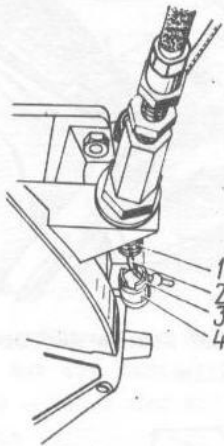

Bild 3-27. Ausbau des unteren Antriebsseilendes der Kupplungsausrückung:
- Kraftwagen über Schaugrube oder auf Hebezeug stellen, Schutzhülle 1 (Bild 3-27) längs unterem Ende des Seils 2 heben, Anschlagelinge 3 in Kopf des Hebels 4 drehen, dabei den Schlitz in Übereinstimmung mit der Nut im Kopf des Hebels bringen und Seil 2 aus dem Bereich des Kopfes des Hebels ziehen;
- unteres Ende des Seils 2 (siehe Bild 3-27) ganz ausziehen und Schutzhülle 1 heben;